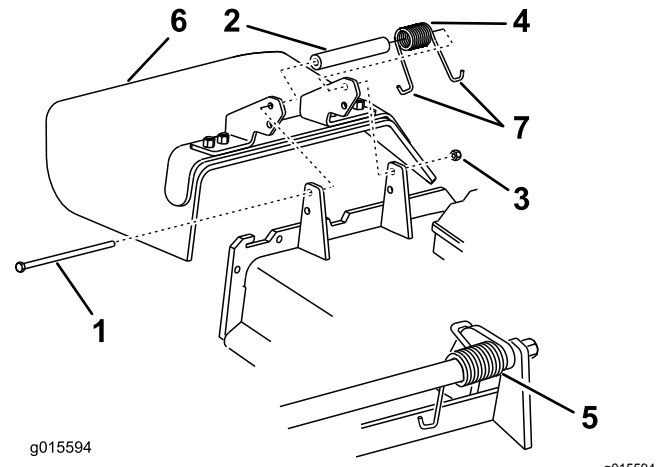

Figure 103
1. Retirez le contre-écrou, le boulon, le ressort et l'entretoise qui fixent le déflecteur aux supports de pivot (Figure 103).
2. Enlevez le déflecteur s'il est endommagé ou usé (Figure 103).
Remarque: Prenez soin de placer 1 extrémité en J du ressort derrière le bord du tablier avant de mettre le boulon en place, comme montré à la Figure 103.
6. Accrochez l'extrémité en J du ressort au déflecteur d'herbe (Figure 103).